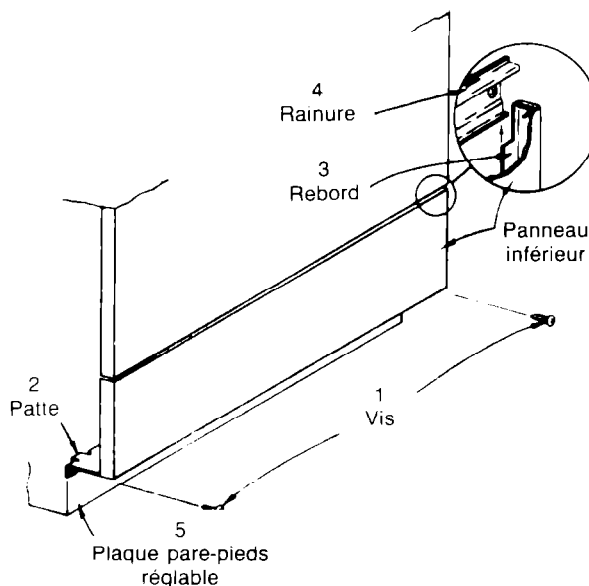

Fig. 19
Remplacez le panneau inférieur et la plaque pare-pieds réglable (Fig. 19). Alignez les bords du panneau (3) de façon à pouvoir les insérer sous le rebord de la rainure (4). Glissez le panneau vers le haut jusqu'à ce qu'il s'arrête, puis poussez les pattes (2) vers le haut pour qu'elles s'accrochent sur le bâti. Fixez le panneau inférieur avec deux vis (1). Remettez en place la plaque pare-pieds à l'aide de deux vis (dont une avec rondelle-frein). Assurez-vous que l'ouverture située sous la plaque pare-pieds n'est pas bloquée (par un tapis, une moulure, etc.). Cette ouverture est essentielle pour permettre à l'air de circuler et de refroidir le moteur.